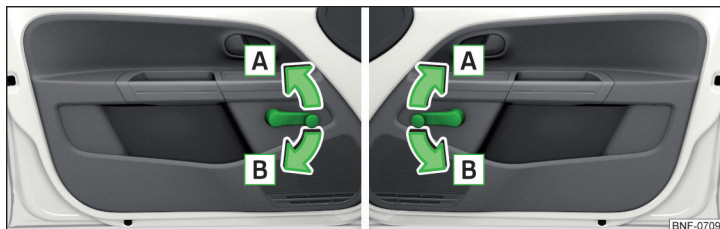

Fig. 32 Operarea geamului: stânga/dreapta
- > Pentru **deschidere**, rotiți macaraua în sensul săgeții **A** » fig. 32.